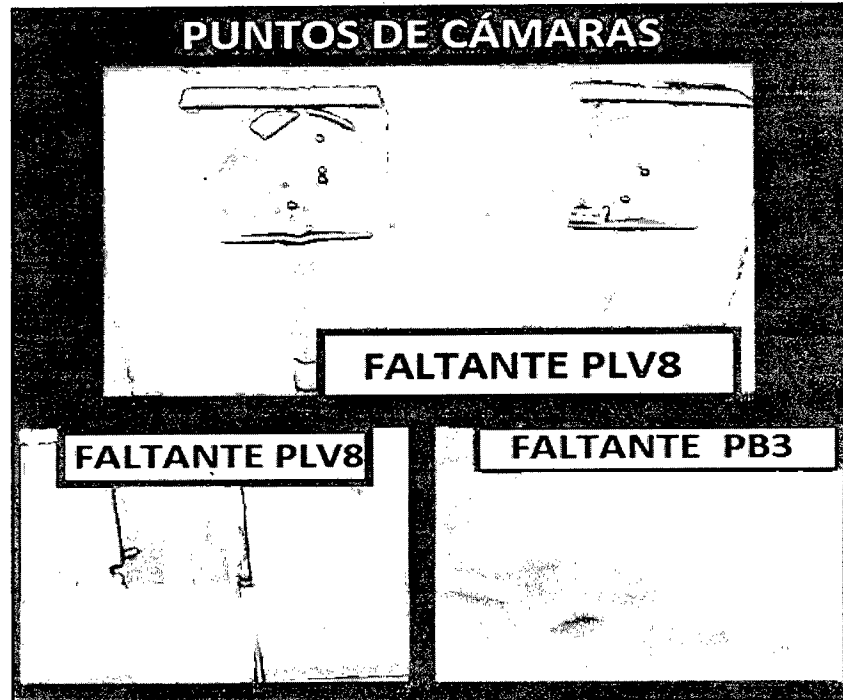

Imagen 4. Puntos de red sin cámaras.
- 5) En algunos puntos esta la infraestructura de red, es decir, los puntos para conectar las cámaras, pero por algún motivo no se lograron conectar, algunos de estos puntos de pueden observar en la imagen 4.